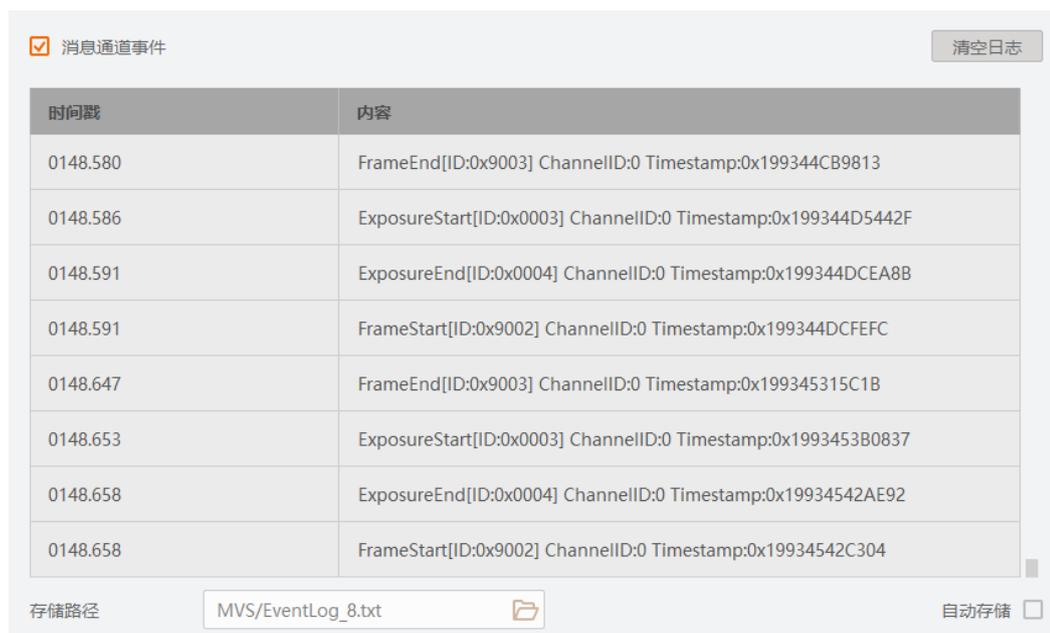

图12-7 事件监视界面
5. 相机开始预览后即可查看事件信息，如图 12-7 所示。